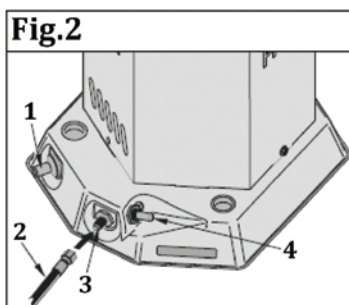

Figure 2
4. Enfoncez et maintenez le bouton de la soupape de commande automatique enfoncé (voir la figure 2). Enfoncez et relâchez le bouton d'allumage piézoélectrique. Continuez d'appuyer sur le bouton d'allumage piézoélectrique jusqu'à ce que le brûleur s'allume. Maintenez le bouton de commande enfoncé pendant au plus 10 secondes tout en tentant de procéder à l'allumage. Si l'appareil de chauffage ne s'allume pas, relâchez le bouton de commande et attendez 30 secondes. Reprenez ensuite cette étape.